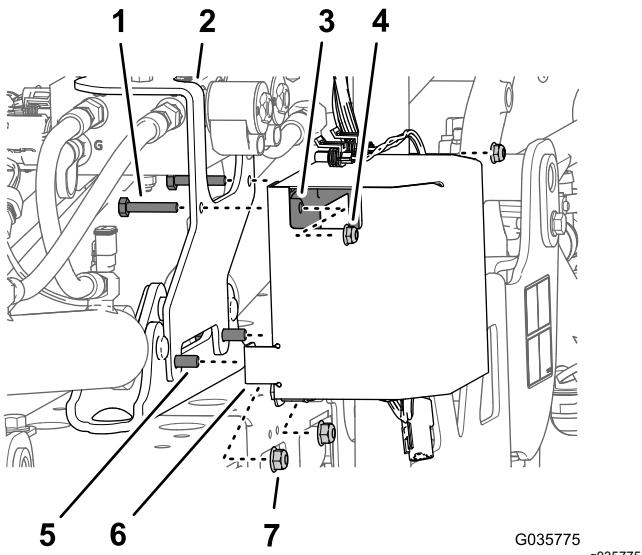

Figure 30
3. Retirez du support de vérin les 2 contre-écrous à embase (5/16") qui fixent le support du kit de finition pour rampes ultrasoniques (Figure 30)
4. Insérez les trous inférieurs avant du couvercle du contrôleur (Figure 30) sur les boulons à embase (5/16" x 1") et fixez légèrement le couvercle, le support de montage et le support de vérin à l'aide des 2 contre-écrous à embase (5/16") que vous avez retirés à l'opération 3.
5. Insérez les 2 boulons (1/4" x 1 1/8") dans les trous supérieurs du support de montage (kit de finition pour rampes ultrasoniques), de la bride arrière (couvercle de contrôleur) et du contrôleur (Figure 30) et fixez-les avec les 2 contre-écrous à embase (1/4").